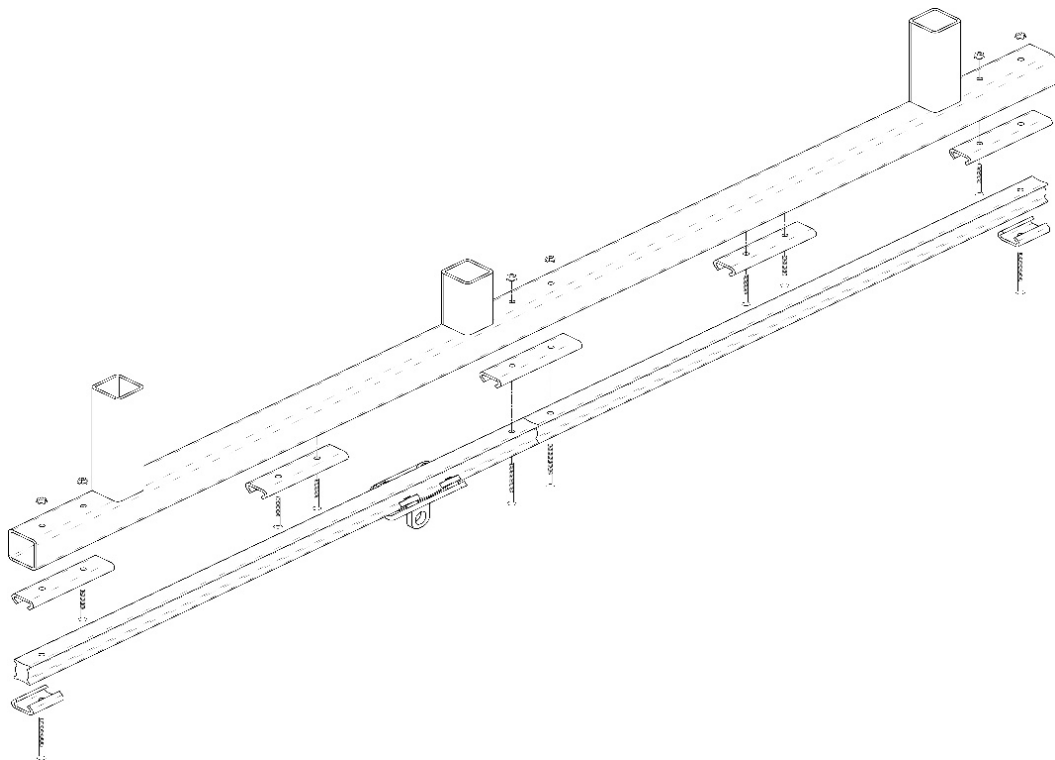

Рисунок 6
7. Затянуть гайки гнутых элементов крепления [рисунок 6].